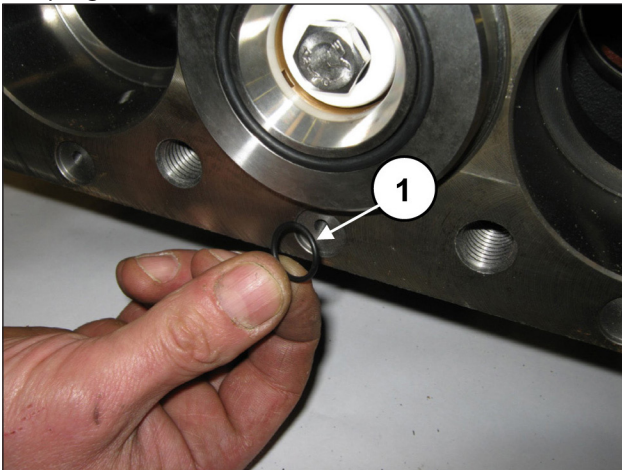

Abb. 134
Montieren Sie die 6 frontseitigen O-Ringe des Pumpengehäuses (Pos. ①, Abb. 134).